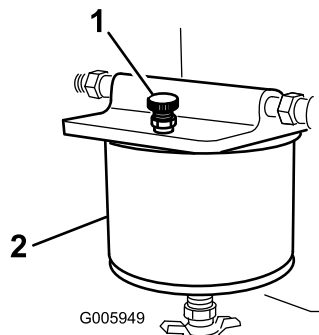

図 32
3. 燃料フィルタ上部についているエア抜きねじを開くと、ボウルに燃料が流れ込んでくる（図 32）。